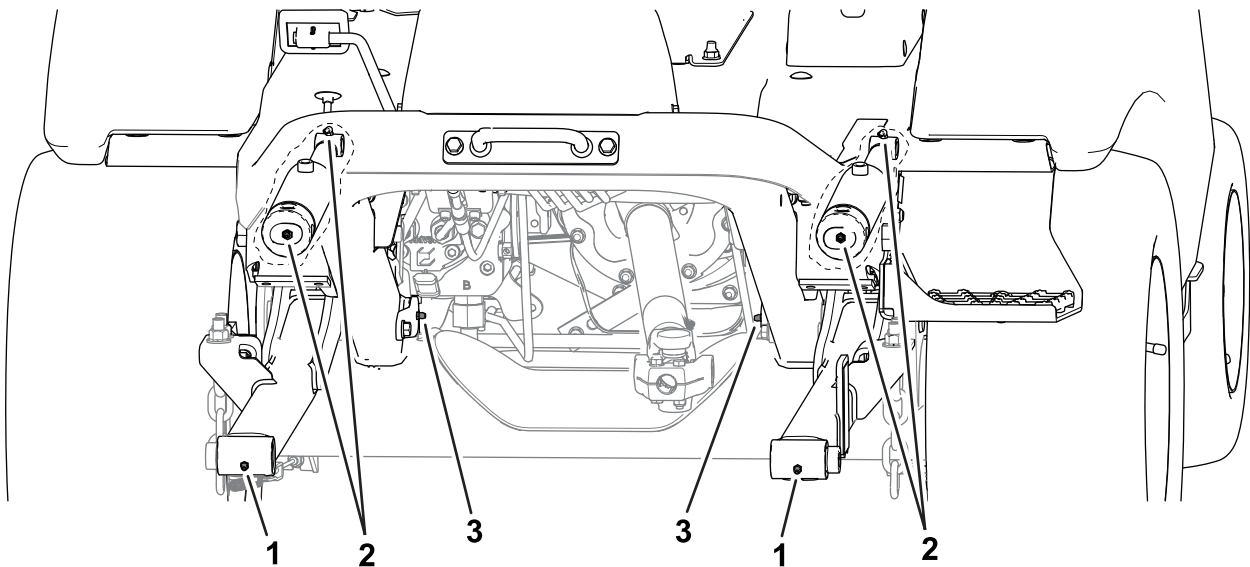

Bild 50
- **Vorderseite der Maschine (Bild 50):**
- Drehgelenke des Anbaugeräts (2)
- Hubzylinderbüchsen (2)
- Hubarm-Lagerbolzen (2)